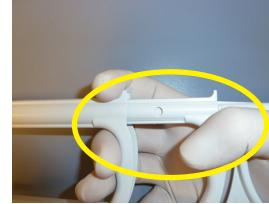
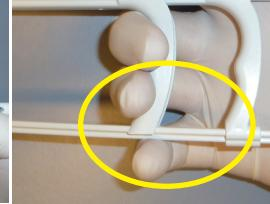

Figure 7
Figure 8
- Avec votre main entourant fermement la poignée, et votre pouce étant dans une position coudée, votre index sur le sommet de la première poignée comme décrit sur la Figure 7 ci-dessus, et votre majeur et votre annulaire reposant fermement sur le composant central comme décrit sur la Figure 8, déplacez lentement vers l'arrière le 1er déclencheur d'un mouvement ferme sans à-coups.